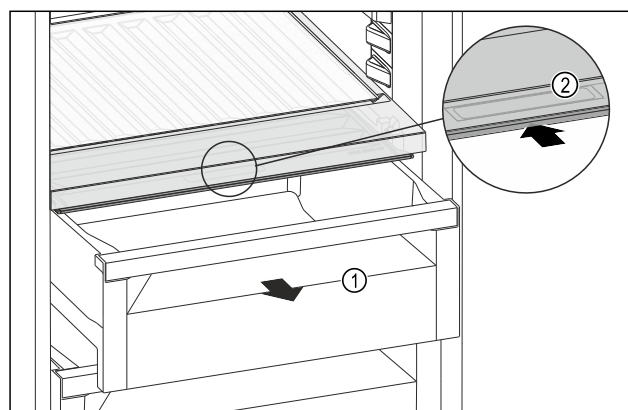

Fig. 190
- Estrarre il cassetto Fig. 190 (1).
- Afferrare la maniglia incassata Fig. 190 (2) sul coperchio dello scomparto e spingere allo stesso tempo all'indietro il coperchio dello scomparto.